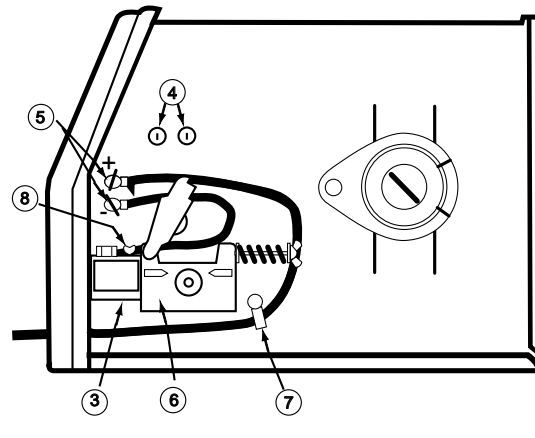

FIGURA 1
1. Abra la puerta de la sección de alimentación de alambre en el lado derecho de la Weld-Pak 100HD y vea la figura 1 en la siguiente página.
2. Pase el extremo del cable de trabajo que tiene la terminal de conexión con el orificio más pequeño, a través del Orificio de Acceso del Cable de Trabajo (1) en el frente del gabinete.
3. Enrute el cable por debajo y alrededor de la parte posterior de la Caja de Engranajes de Alimentación de Alambre (6).
4. **Únicamente para Innershield:** La Weld-Pak 100HD viene conectada a una polaridad de electrodo negativo. Para terminar la instalación, utilice la tuerca mariposa que se proporciona, a fin de conectar la terminal de conexión del cable de trabajo a la terminal (5) de salida positiva (+) que se localiza arriba de la Caja de Engranajes de Alimentación de Alambre (6). Asegúrese de que ambas tuercas mariposa estén apretadas.
1. Consulte la Figura 1. Desconecte la máquina o coloque el interruptor de encendido en la posición "O" (apagado).
2. Pase una por una las puntas aisladas de los cables de control del gatillo de la antorcha, a través de la Ranura de Acceso del Cable de Control y del Cable de la Antorcha (2) en el frente del gabinete. Los cables deberán pasar por debajo de la Caja de Engranajes de Alimentación de Alambre (6) y a través del Sujetador de Cable (7) en el panel interno.
3. Inserte el conector del cable conductor de la antorcha a través del Orificio de Acceso del Cable de la Antorcha (2), en el frente del gabinete de la Weld-Pak 100HD. Asegúrese de que el conector entre totalmente en el bloque conector de latón. Si el conector de la antorcha no entra por completo, [COMMENT3] desenrosque un poco el Tornillo Mariposa (8) del bloque conector. Gire el conector para que los cables de control queden abajo, y apriete el Tornillo Mariposa (8) del bloque conductor.
4. Conecte las terminales del cable de control del gatillo de la antorcha a los dos conectores aislados de 6,4 mm (1/4"), que se localizan arriba de la etiqueta "Gun Trigger Connection" (Conexión del Gatillo de la Antorcha) en la sección de alimentación de alambre (4). Cualquier cable puede ir en cualquier conector. Acomode los cables lo más cerca posible del panel interno.